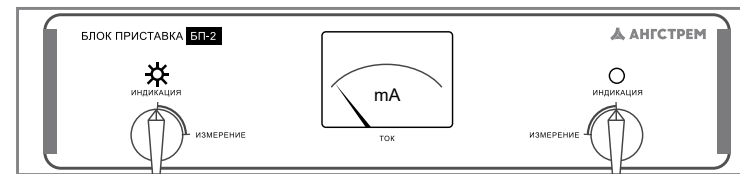

Рисунок 11
- при достижении в одной или обеих испытательных цепях тока 8...12мА засветится соответствующий индикатор (или оба). При возникновении пробоя произойдет кратковременная вспышка индикатора и сработает защита по току (рисунок 11);